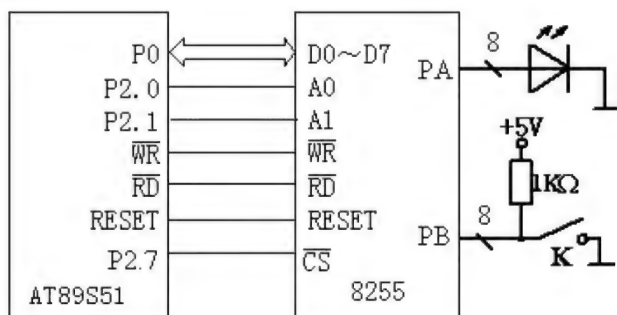

图 8.14 8255 和单片机的连接电路
**【例 8-6】** 图 8.14 所示是一个用 AT89S51 扩展 1 片 8255 的电路，8255 的 PA 口接输出设备(八个发光二极管)、PB 口接输入设备(八个开关)，PC 口不用，均采用方式 0，将 8255 中 B 口输入的开关设置的数据从 A 口输出，要求开关合上时对应的 LED 亮。编出程序段。